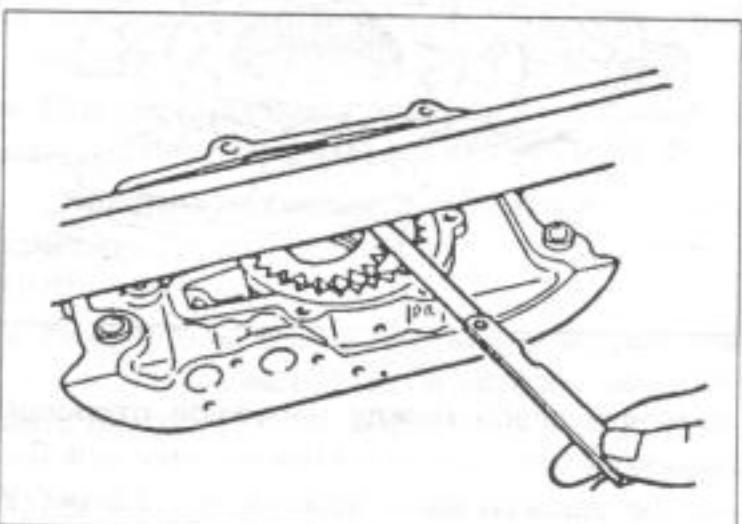
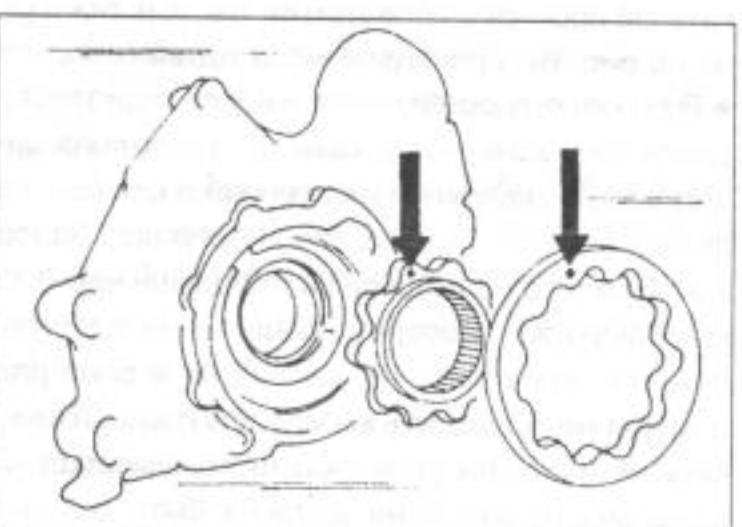

Рис. 120.
Рис. 121.
- Положить измерительную линейку на верхнюю поверхность шестерней и сделать замер между шестернями и линейкой. Зазор не должен быть больше 0,10 мм (бензиновый двигатель) или 0,14 мм (дизельный двигатель). Измерение показано на рис. 120 и у всех двигателей осуществляется подобным способом. В случае, если вышеприведенные измерения покажут большие значения, то шестерни в комплекте нужно заменить. Сборка масляного насоса осуществляется в последовательности, обратной разборке. Наружную шестерню вставить обозначенной поверхностью наружу. У дизельного двигателя на обеих шестернях насоса выбиты с помощью кернера обозначения, которые во всех случаях должны быть обращены наружу, как показано на рис. 121. Заполнить отверстия насоса маслом, прежде чем привинтить крышку. Вставить детали предохранительного клапана и закрепить с помощью пружинного стопорного кольца или завинтить заглушку и затянуть на 28-39 Нм (дизельный двигатель).